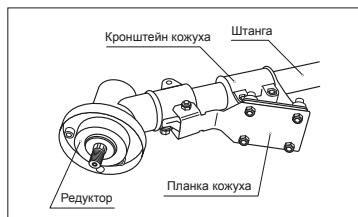

рис. 3
- Установите защитный кожух на штангу, расположив его между кронштейном и планкой защитного кожуха, и зафиксируйте его четырьмя винтами (рис. 3).